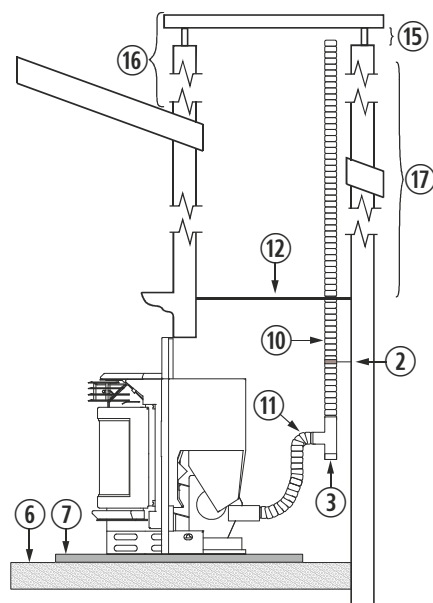

Figura 11
4.29. La instalación de un encastrable en una chimenea de obra, se puede realizar en toda su totalidad en tubo flexible, tal y como indica la *figura 11*. Debemos tener especial cuidado a la hora de realizar el aislamiento entre la chimenea y el tubo de la salida de gases, para evitar posibles retrocesos de gases en caso de tormenta.
②	Abrazadera de sujeción de acero inoxidable.
③	Te de 90° con registro.
⑥	Suelo de madera.
⑦	Protector del suelo no combustible.
⑩	Tubo flexible de acero inoxidable.
⑪	Manguito unión rígido a flexible.
⑫	Aislante anti retroceso.
⑮	Mínimo 200mm.
⑯	Debe sobrepasar 1 metro el tejado.
⑰	Mayor a 8 m aumentaremos una medida.